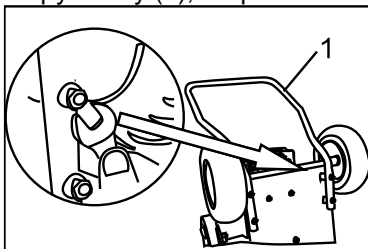
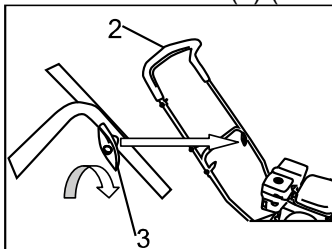

Рис.1
Рис.2
1. Сборка двух рукояток STG5234. Установить рукоятку (1) на устройство, закрепить 4 болтами М8 (Рис.1). Установить рукоятку (2) на рукоятку (1), закрепить ее барашковыми винтами (3) (Рис.2).